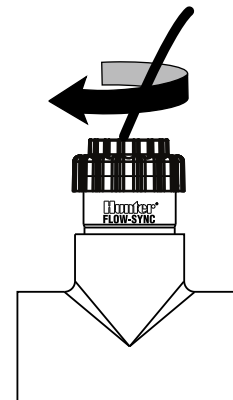

Figura 3
5. Aperte a tampa do sensor WFS com a mão (figura 3).